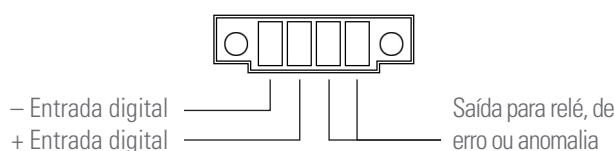

Fig. 15. Conector Entrada digital-Saída para relé.
- O equipamento dispõe de um conector de quatro terminais para uma entrada digital e uma saída para relé (ver Fig. 15).
- Contacto relé de erro ou anomalia. Qualquer alarme modifica o estado do contacto normalmente aberto (NO) de 24 V CC 1 A. (ATENÇÃO à tensão e corrente aplicada).